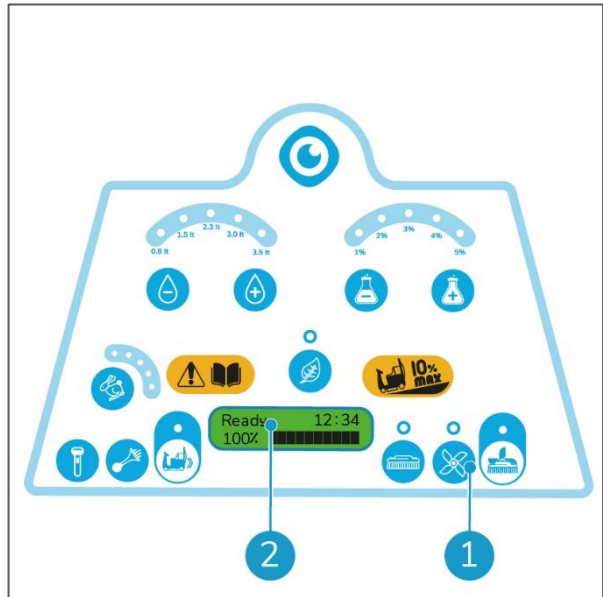

Figura 64
2. Gira la llave de encendido a la posición "I". Después de unos segundos, aparece "Ready" (Listo) en la pantalla (Figura 64, pos. 2).
3. Oprime el botón pulsador (Figura 64, pos. 1). El escurridor se mueve a su posición más baja.
14. Gira la llave de encendido a la posición "I". Después de unos segundos, aparece "Ready" (Listo) en la pantalla (Figura 64, pos. 2).